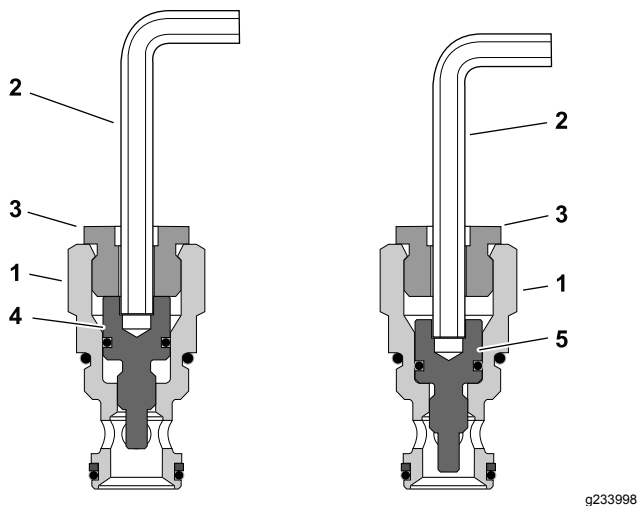

Рисунок 64
3. Установите плунжеры в положение перепуска, вставив шестигранный ключ (6 мм) через пробку в сборе и повернув плунжер до упора по часовой стрелке; см. Рисунок 64. Повторите эти действия с другой пробкой в сборе (всего 4 шт.).